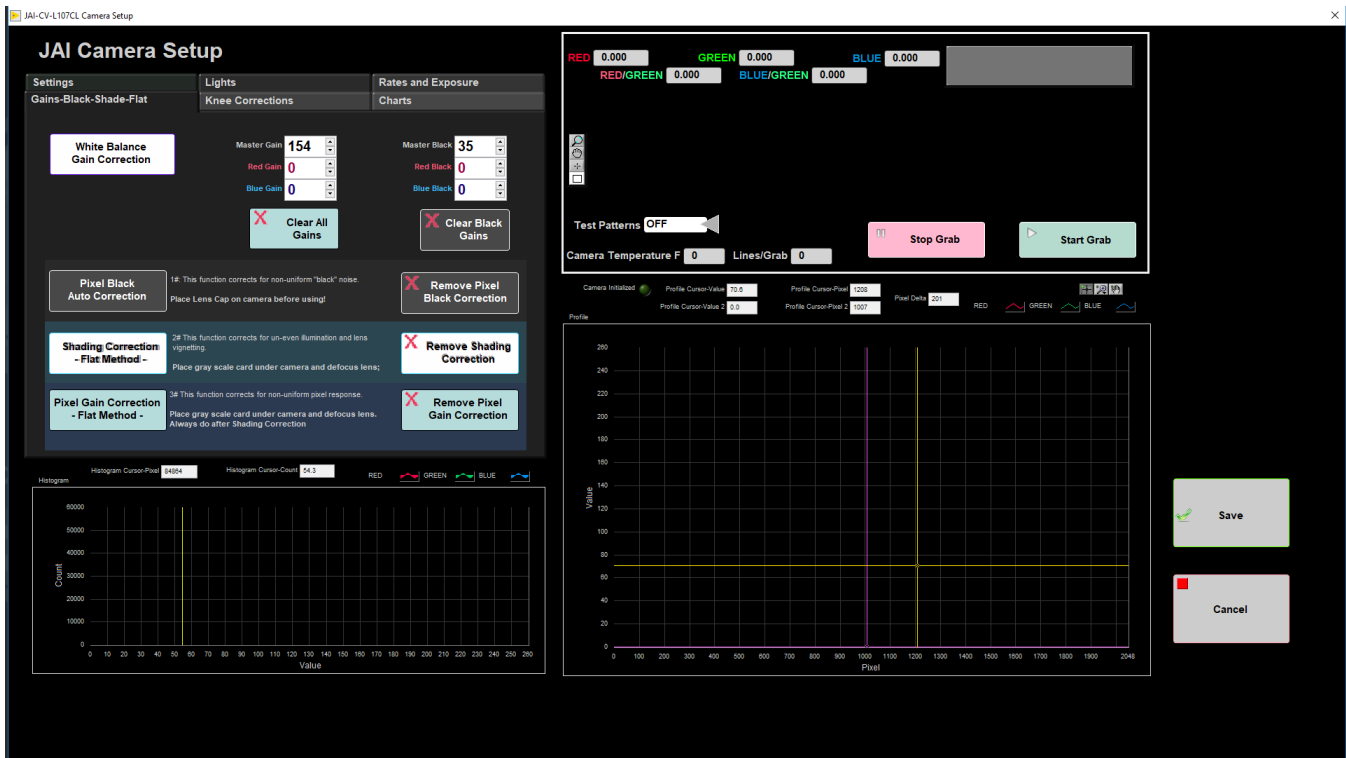

Figure 24. Gains-Black-Shade-Flat Window
7. Select the **Gains-Black-Shade-Flat** tab (Figure 24).